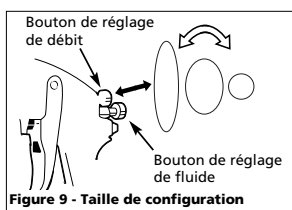

Figure 9 - Taille de configuration
2. Choisir la taille de configuration pour la forme désirée. Pour un plein débit, ouvrir le bouton de réglage de débit en tournant au sens contraire des aiguilles d'une montre. Pour un débit rond, tourner le bouton de réglage de débit au sens des aiguilles d'une montre (Voir Figure 9).
3. Tourner le bouton de réglage de fluide complètement au sens des aiguilles d'une montre jusqu'à ce qu'il soit fermé (Voir Figure 9).
2. Ajuster la taille de débit à la forme désirée. Pour un plein débit, tourner le bouton de réglage de débit au sens contraire des aiguilles d'une montre. Pour une configuration ronde, tourner le bouton de réglage de débit au sens des aiguilles d'une montre (Voir Figure 9).